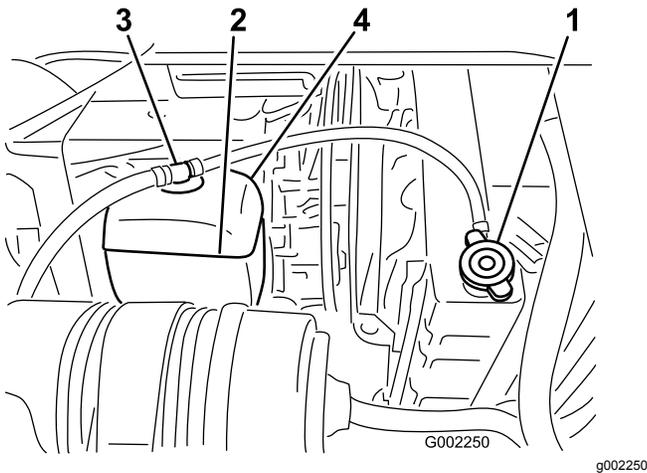

Bild 55
2. Nehmen Sie den Kühlerdeckel ab, wenn der Motor kalt ist (Bild 55).